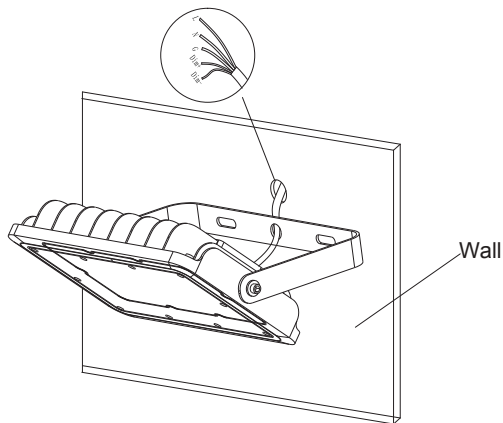

Fig 1
- 2: Fix the fixture on the wall or ground through the holes on the bracket (Fig 1 & 2)
- 2: Fije el accesorio en la pared o en el suelo a través de los orificios del soporte (Fig. 1 y 2)
- 2 : Fixez le luminaire au mur ou au sol à travers les trous du support (Fig 1 & 2)